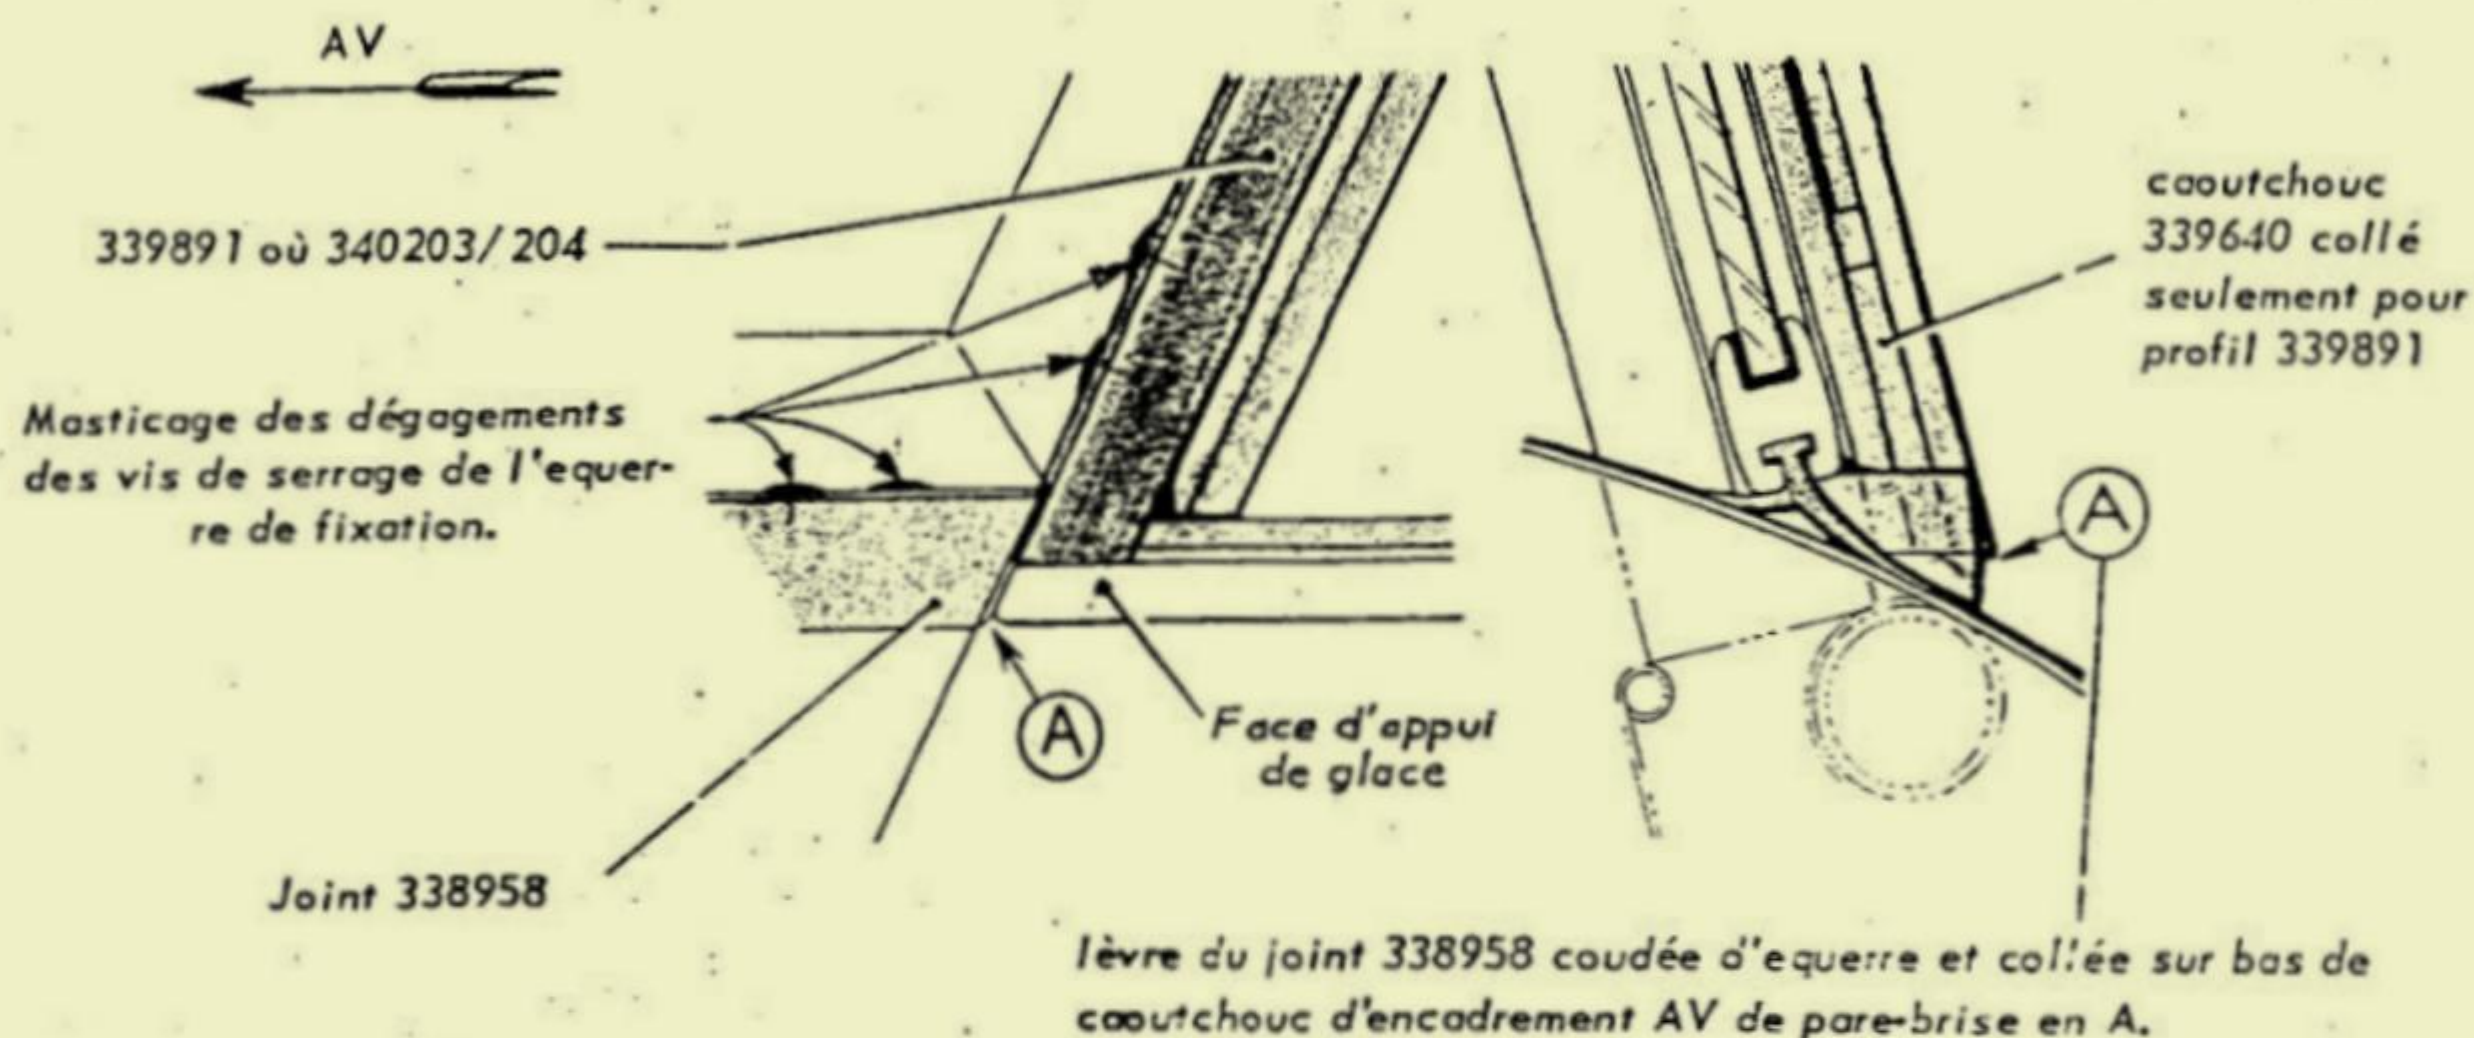

FIGURE 1
1 - Remplacer le joint inférieur d'étanchéité du pare-brise (en trois éléments) par un joint moulé en forme N° 338958 dont les extrémités devront être adaptées suivant Fig. 1, mais une fois que l'opération 2 aura été réalisée.
N.B.- S'assurer dans le cas des joints 339891 qu'à leur partie inférieure, est bien collée une longueur de 50 mm de profilé N° 339640. (voir figure 1)